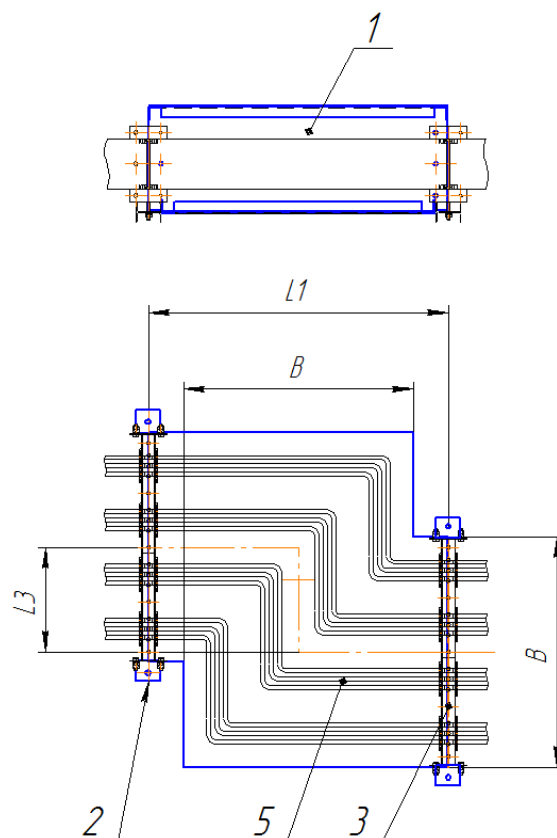

Рисунок 4. Секция смещения ШВ2-С1-720x250
**ШВ2-С1-720x250** – секция смещения, длина 720, смещение 250 (Рис. 4);